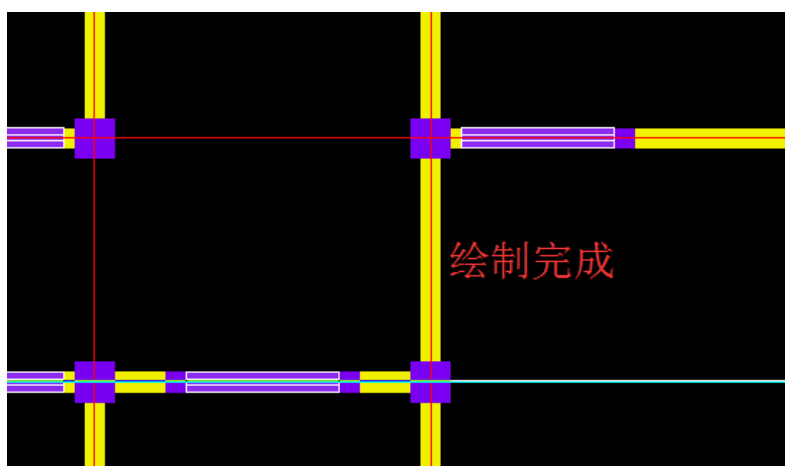

图 2-29 绘制完成
④ 绘制完成后，单击鼠标右键结束操作，如图 2-29 所示。